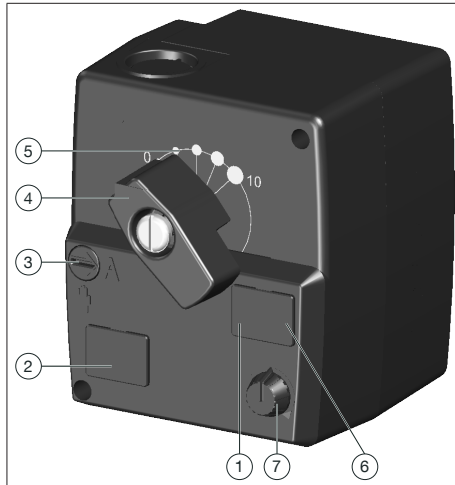

Abb. 2: Bedienelemente
Sie können die gewünschte Solltemperatur mittels Drehknopf (siehe Position (7) in Abb. 2 auf Seite 8) auf 0.5K genau einstellen. Während Sie die Temperatur einstellen wechselt die Temperaturanzeige temporär vom Istwert am Sensor auf den eingestellten Sollwert.